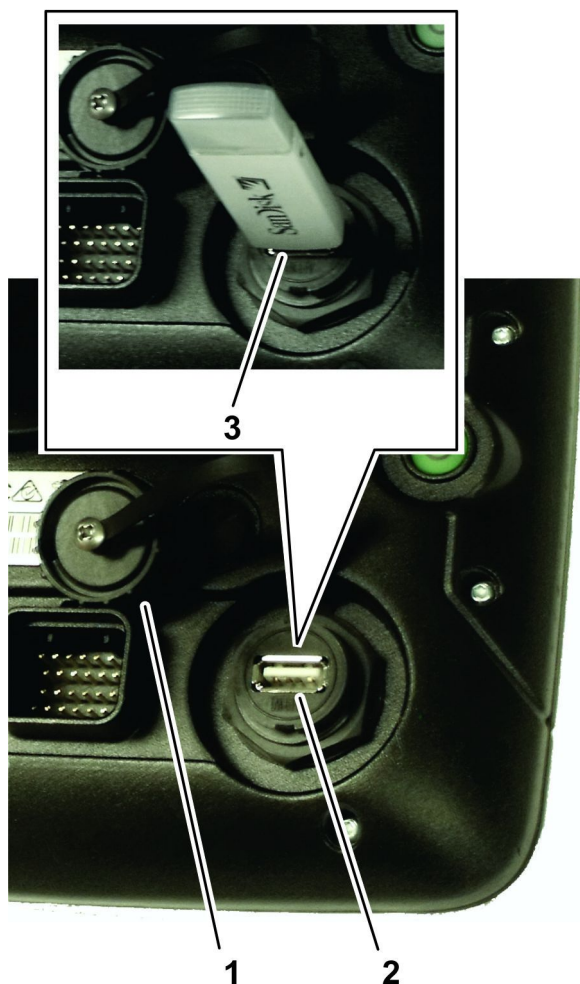

Figura 22
1. Rimuovete il tappo della porta USB situata sotto il pulsante di accensione (Figura 22).
2. Inserite un dispositivo di archiviazione USB nella presa USB (Figura 22).